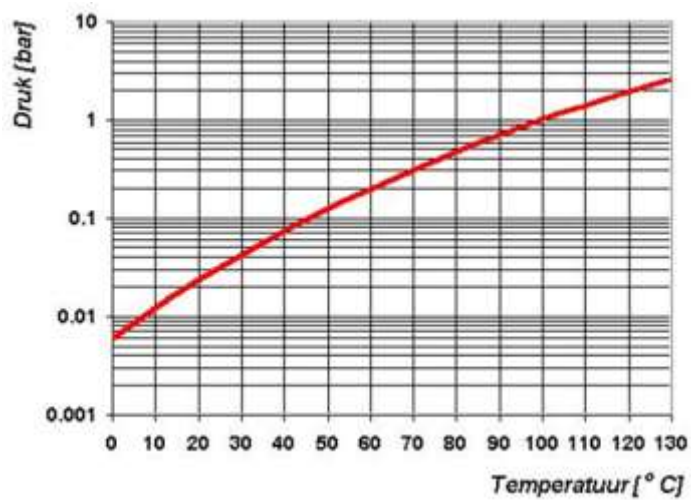

Figura 8: Línea de vapor de agua
- Cuando la presión disminuye, se reduce el punto de ebullición del agua (ver Figura 8). Esta ley física puede causar que un producto hierva. Además de la contaminación de la máquina, esto puede causar pérdida de peso y calidad del producto a envasar.